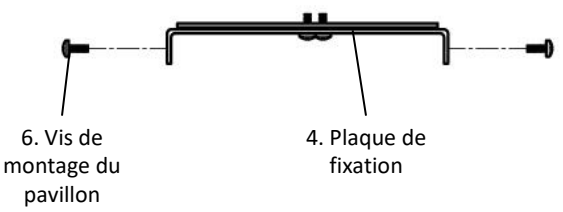

Fig. 2
1. Dévissez les vis de montage du pavillon (n° 6) de la plaque de fixation (n° 4). Conservez les vis de montage du pavillon (n° 6). (Fig. 2)